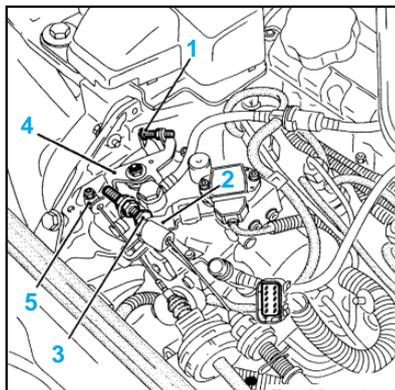

fig. Mot. 37
- Régler le régime de ralenti à 850 ± 25 tr/mn à l'aide de la vis (1). (fig. Mot. 37)
- Placer une cale de 4 mm entre le levier de charge (2) et la vis de débit résiduel (3).
- Ajuster le régime à $1\ 250 \pm 50$ tr/mn à l'aide de la vis de débit résiduel (3).